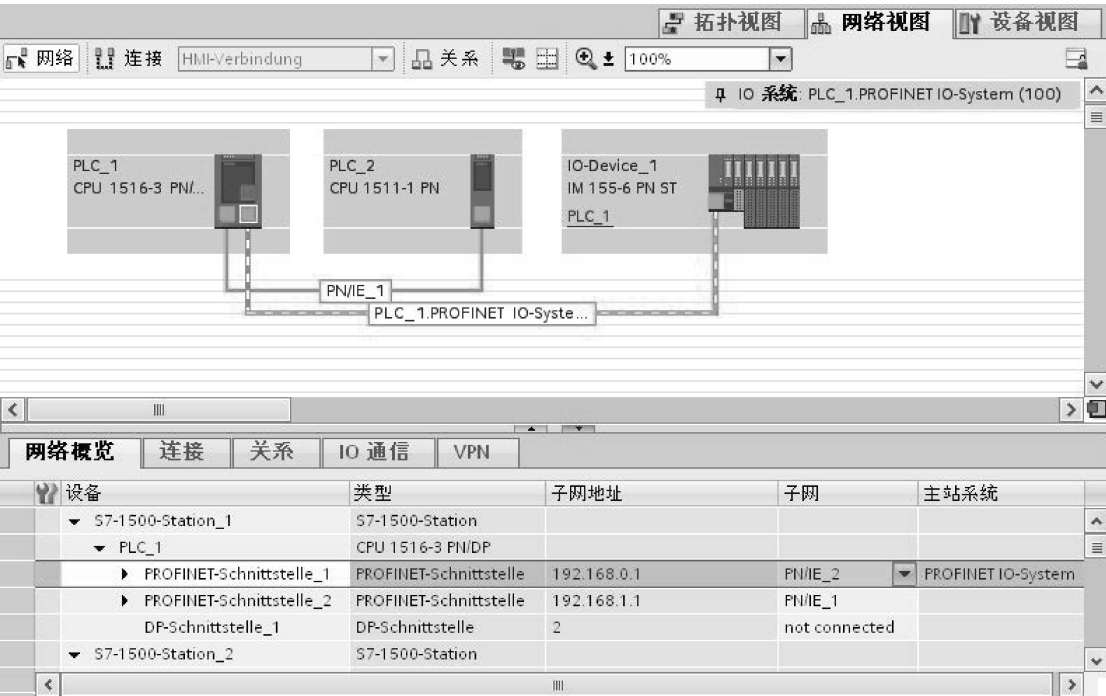

图 7-31 在 STEP 7 网络视图中更改 PROFINET 设备名称
- 2) 在“设备”（Device）列中，在相关 PROFINET 设备的行中改写该名称，在网络视图的图形区域中也会相应地更改该名称，如图 7-31 所示。